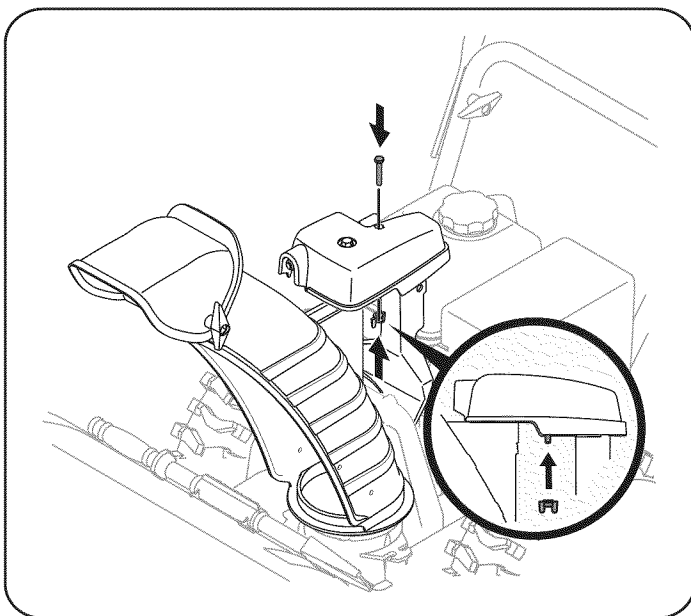

Figura 5
6. Termine de asegurar la cabeza de control del canal de soporte del conducto de soporte con la tuerca de mariposa y el tornillo hexagonal retirados anteriormente. Véase la Figura 5.